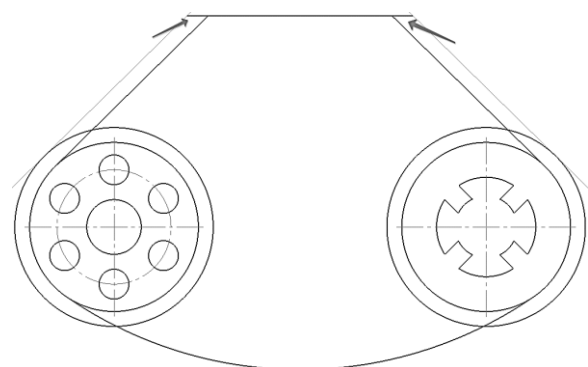

Рис. 60. Удлинение элементов до поверхностей
2.12.3 Удлинить горизонтальный отрезок. На компактной панели. Выбрать окно – **Редактирование** – **Удлинить до ближайшего объекта** . Два раза выбрать ЛКМ горизонтальный отрезок (рис. 60).